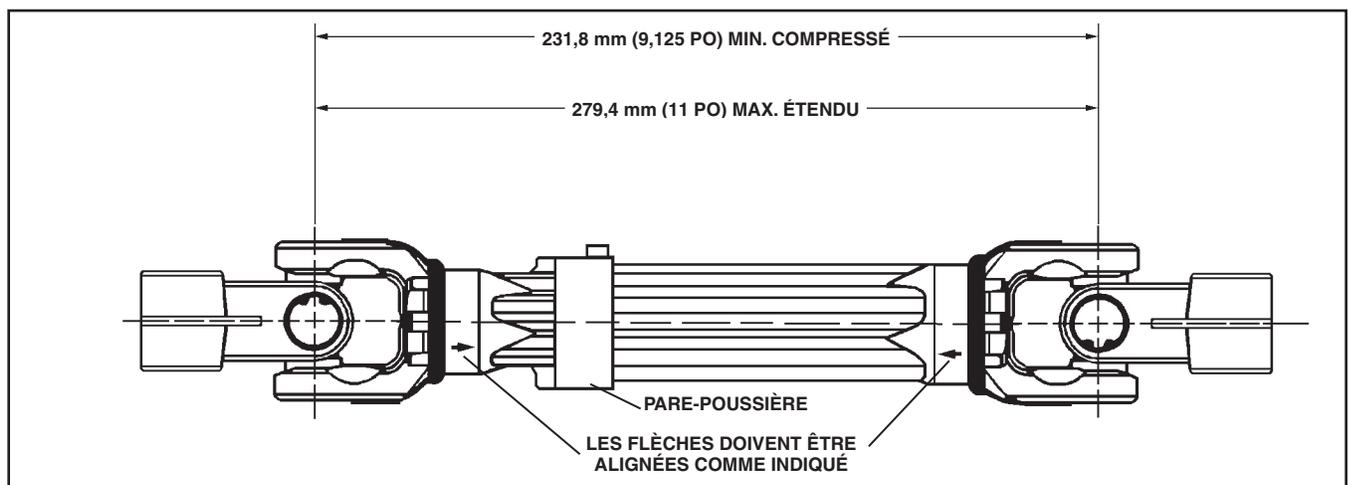
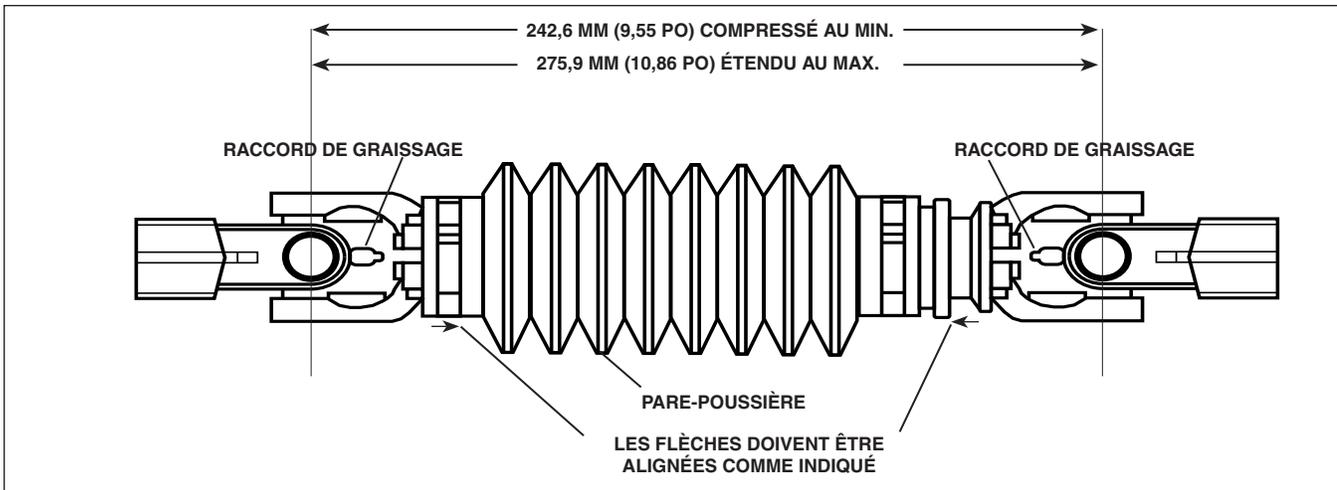

Figure B5 - Arbre de direction intermédiaire (sans raccord de graissage)
Figure B6 - Arbre de direction intermédiaire (avec raccords de graissage)
Voir Figure B5 et Figure B6.
L'arbre de direction intermédiaire est situé derrière un couvercle moulé sous le volant. Il y a deux raccords de graissage, un à chaque extrémité de l'arbre. Voir Figure B6.
1. Aligner les flèches de montage sur l'arbre de direction intermédiaire (6) et le manchon du joint coulissant. Voir Figure B6.
2. Installer le joint d'étanchéité (7) sur l'arbre de direction intermédiaire. Installer l'arbre de direction intermédiaire sur l'arbre d'entrée (9) du boîtier de transfert (10) et sur l'arbre de la colonne de direction (5).